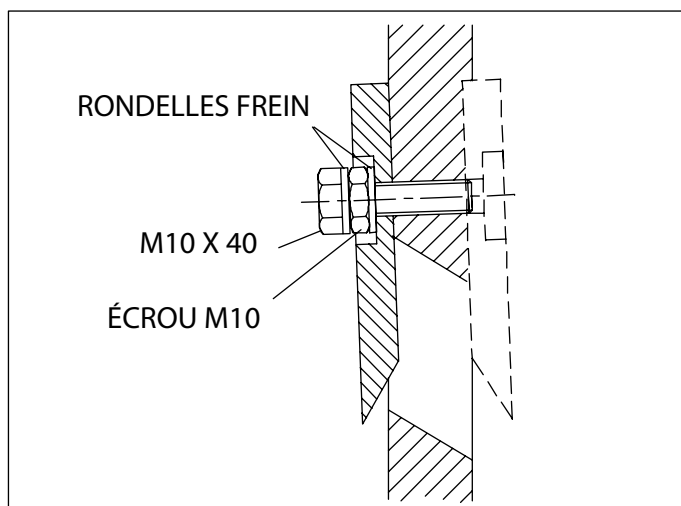

Fig. 7. Retirer un couteau et le fixer sur l'autre côté du disque. La ligne en pointillé indique le couteau dans sa position de coupe normale.
3. Mettre une autre rondelle frein sur le boulon et tourner celui-ci à travers le couteau pour l'introduire dans le disque. Voir Fig. 7. Serrer les boulons à 45 Nm. Fixer le couteau à l'aide des quatre boulons.